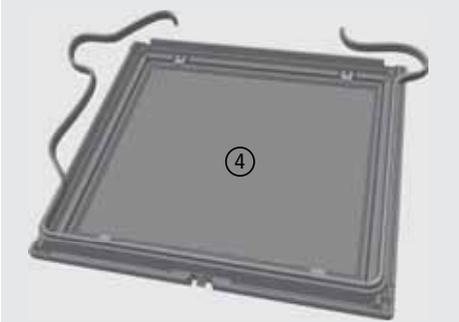

Abb. 3.11 Position der Dichtschnur
- ④ Die Schnur auf der Seite des Türgriffs beginnend einsetzen - dabei die Mitte der Schnur dort ansetzen, wo sich der Türgriff befindet, bzw. wo der Türgriff wieder angeschraubt wird.
- ⑤ Nun auf der Türunterseite (in den Abb. 3.11 bis Abb. 3.13 jeweils rechts dargestellt) die Gripzange ansetzen und die Schnur auf der oberen Türseite einsetzen - ohne Gripzange kann ersatzweise falls erforderlich eine Wasserpumpenzange verwendet werden, Dichtrahmen und Tür mit der eingesetzten Schnur kann auch mit der Hand gehalten werden.